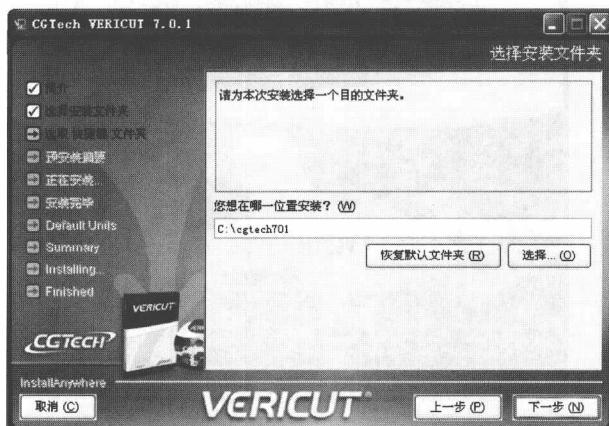

图 1-6 “选择安装文件夹”窗口
⑥ 完成“ 本人接受许可协议条款 (A)”，点击“下一步”将会出现图 1-6 所示画面。